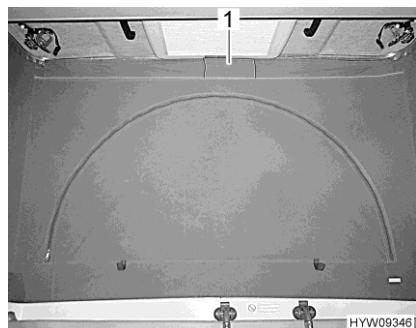

Fig. 32 Aerazione (chiusa)
- Aprire la chiusura a velcro della membrana in tessuto (Fig. 32,1) sotto il tetto a soffietto. Dietro la membrana in tessuto è stata applicata una zanzariera per impedire agli insetti di entrare.